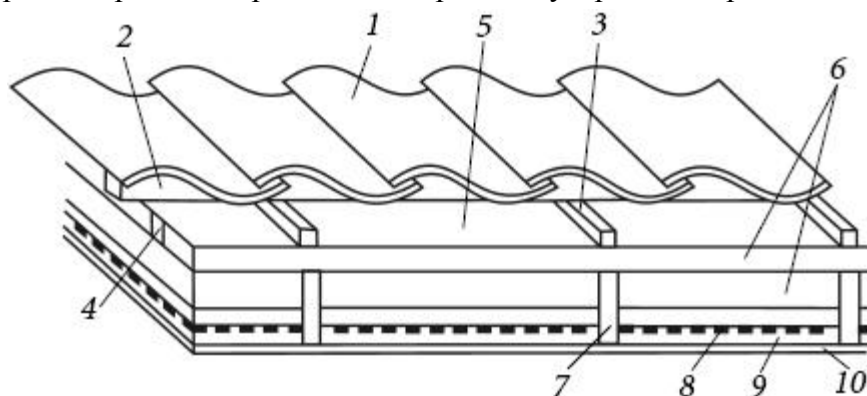

Рис. 44.
2. Поверх утеплителя и первого слоя контробрешетки устраивают слой гидроизоляции по выбранному способу (рис. 44).